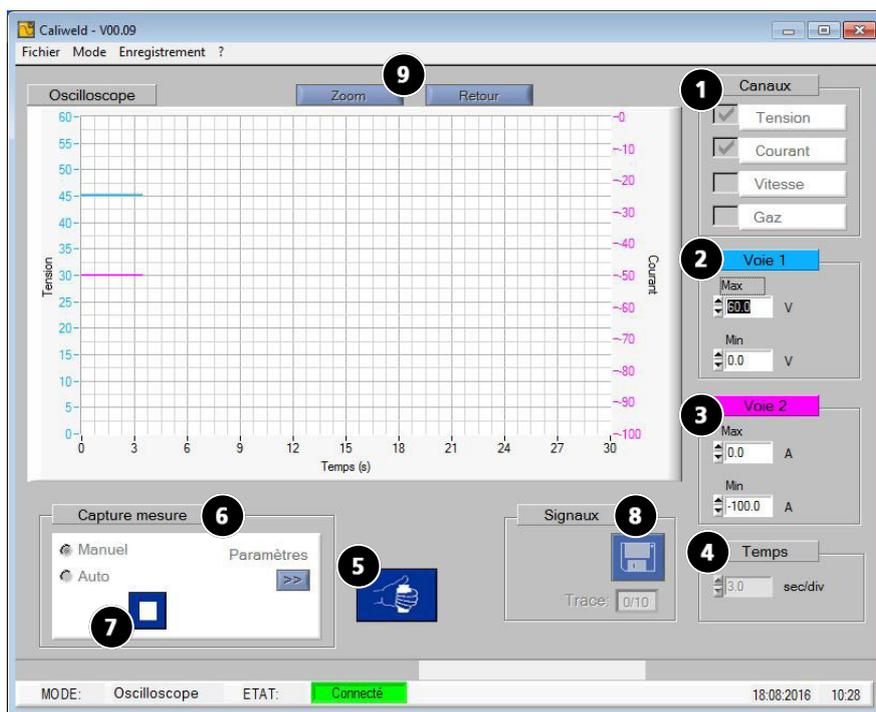
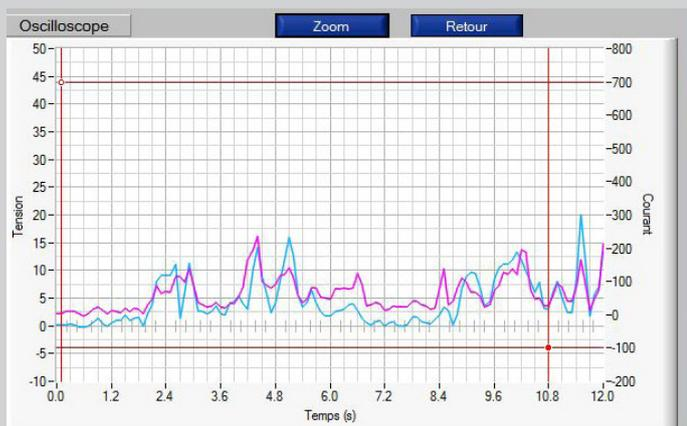
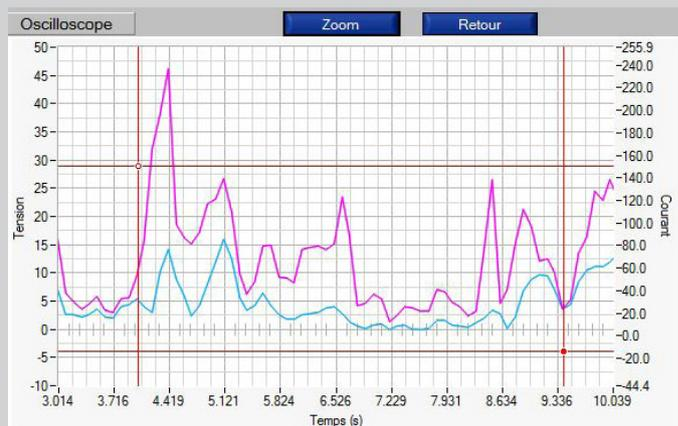

Imagen 5 : página osciloscopio
Imagen 6 : Gráfico antes de zoom
Imagen 7 : Gráfico tras zoom
El modo Osciloscopio permite seleccionar dos canales de medida, visualizarlos y registrarlos en un gráfico. Este modo complementario permite centrarse en la toma de medidas sobre un canal preciso y compararla con otro canal mediante el gráfico. Los elementos que forman la página del modo Osciloscopio (Imagen 5) son:
- 2 zonas llamadas «Vía 1» **2** y «Vía 2» **3** aparecen una vez que se ha seleccionado uno o dos canales. La unidad de medida indicada en cada zona permite comprobar que las vías representan correctamente los canales seleccionados (ej. imagen 5: la tensión ha sido seleccionada como primer canal de medida, la unidad de medida de la «Vía 1» es Voltio).
El programa ofrece la posibilidad de hacer zoom sobre el osciloscopio. Para hacerlo, haga clic sobre el botón «Zoom» (**9** Fig. 5) una primera vez, 4 punteros del gráfico (2 horizontales y 2 verticales) aparecen. Utilice estos punteros para formar un rectángulo sobre la zona a ampliar (Imagen 6). Haga clic de nuevo sobre el botón Zoom (Imagen 7). Para volver a la vista normal, basta con hacer clic sobre el botón Volver.
Para realizar una captura manual, señale «Manual» en la sección «Captura de medidas». Aparece entonces una casilla START (7 Imagen 5) que se convierte en una casilla STOP cuando la captura está en proceso.. Para comenzar a registrar medidas, active el equipo mediante el control a distancia (5 imagen 5) o mediante el equipo al soldar, luego cada vez que se desee una captura, presione sobre la casilla . Se inicia el registro de cordón. Para detener el registro, haga clic en la casilla . Repita la operación hasta obtener el cordón deseado o el número de medidas deseadas.
La captura se puede realizar de manera automática marcando la casilla «Adq. Datos» (6 Imagen 5). Ajuste en un primer lugar los parámetros de soldadura. Al igual que para el modo «Multímetro», encontramos en los parámetros la captura automática los elementos siguientes:
El funcionamiento del modo automático del osciloscopio es el mismo que el del multímetro. En un primer lugar, active el equipo mediante el control a distancia (5 Imagen.5) o iniciando una soldadura. Luego haga clic sobre el botón  (7 Imagen. 5). El programa registra cualquier cordón en cuanto la intensidad sea superior a la seleccionada como umbral de inicio. Se detiene el registro del cordón en cuanto la intensidad es inferior a la del umbral de inicio. Dos eventos permiten detener las medidas: el usuario hace clic sobre el botón  (7 Imagen. 5) o el registro alcanza los 30 segundos.
Al final del registro, es posible memorizar y visualizar los registros de osciloscopio (hasta 10 curvas máximo). Basta con hacer clic sobre el botón  (8 Imagen. 5), nombrar el archivo y hacer clic sobre . Haga clic sobre la casilla  para validar el registro.